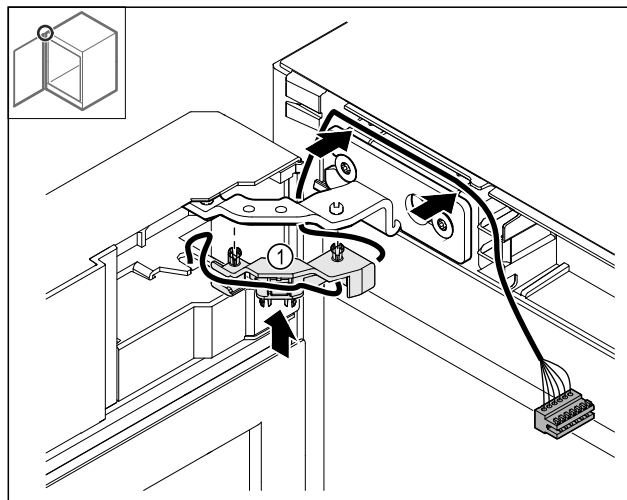

Fig. 52
- Kabelhalterung Fig. 52 (1) ins Scharnier drücken.